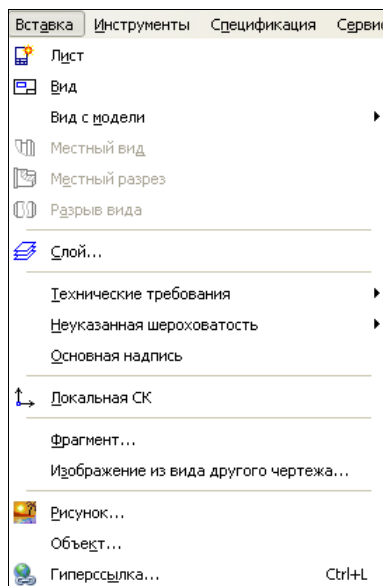

Рис. 3.6. Выпадающее меню пункта **Вставка**
- ◆ **Вставка** — с помощью команд данного выпадающего меню можно создать новый вид и слой, ввести технические требования и шероховатость, заполнить основную надпись и т. д. (рис. 3.6);